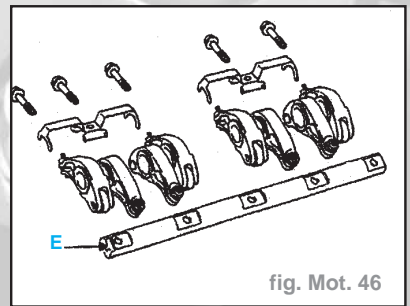

fig. Mot. 46
- Vérifier que les trous de graissage (D) comes-patins ne soient pas obstrués
- la rampe de culbuteurs en positionnant le repère (E) côté distribution (fig. Mot. 46)